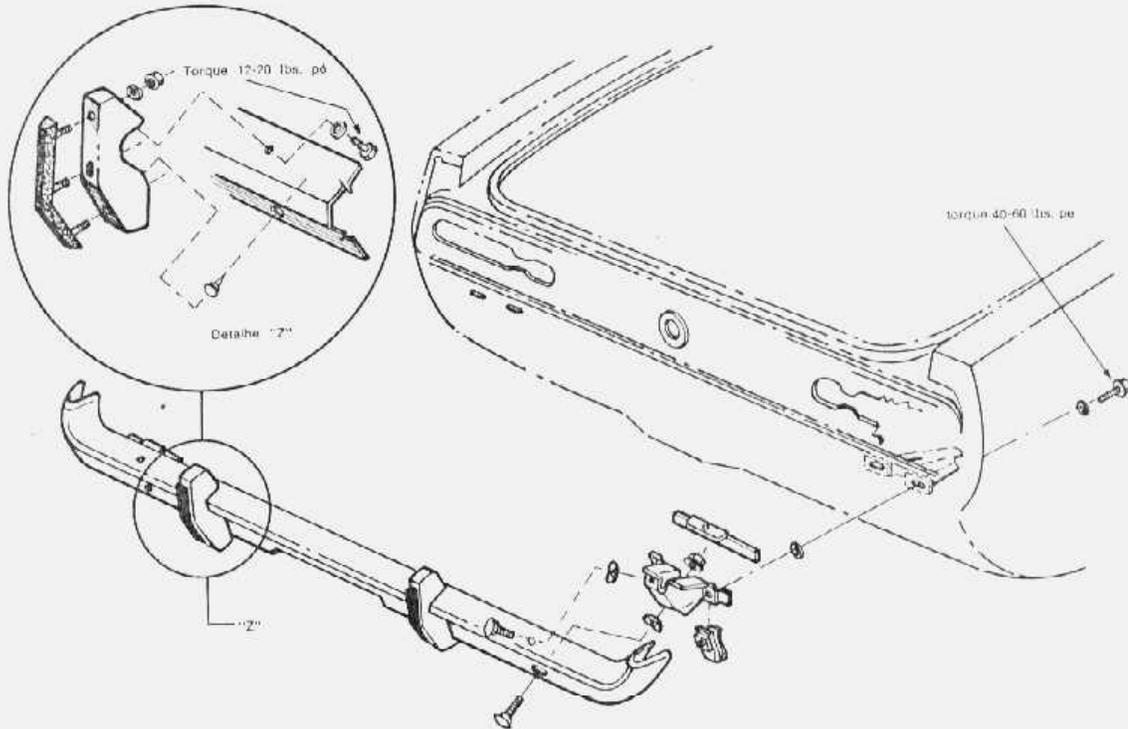

fig. 30 — pára-choque traseiro
2. Retirar os parafusos de fixação do suporte de montagem do pára-choque à carroceria e o conjunto (fig. 30).